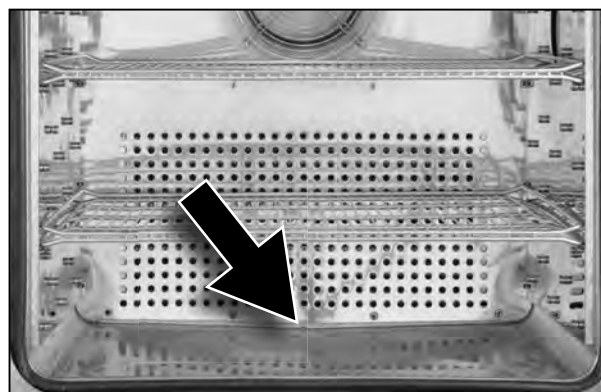

Fig. 38 Tubo di scarico dell'acqua di condensa
- Controllare che il tubo di scarico dell'acqua di condensa (Fig. 38) posto sulla parte posteriore della camera non sia ostruito ed eventualmente pulirlo.